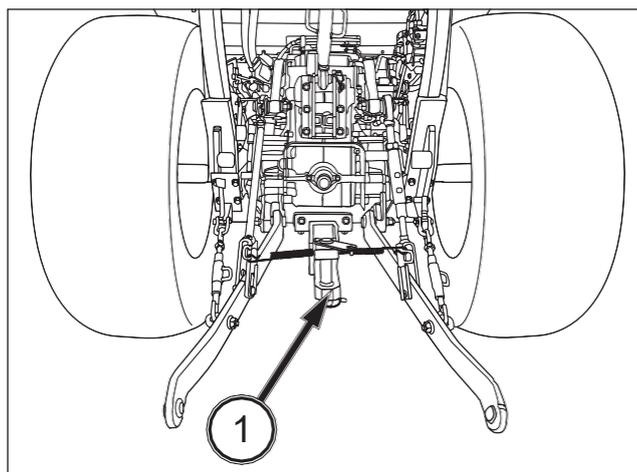

FIG. 73
FIG. 73: El tractor está equipado de un enganche trasero (TRH-1834B) (1). El enganche trasero situado en la parte trasera del tractor permite acoplarle equipos remolcados. El tractor no dispone de circuito de frenado para el remolque.